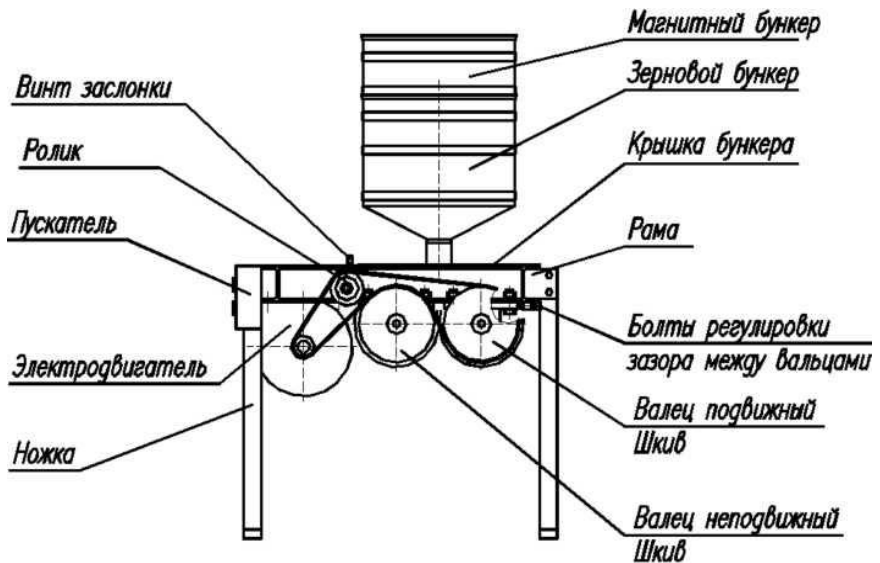

Рис. 1. Устройство изделия
5.1 Изделие (см.рис.1) состоит из рамы, зернового бункера, магнитного бункера, электродвигателя, 2 вальцов, ременной передачи и пускателя. На раме установлены два вращающихся вальца. Крутящий момент от электродвигателя через поликлиновой ремень передается на плоские шкивы вальцов.
6.3 Проверить щупом зазор между вальцами. Изделие настроено на зазор между вальцами 0,5-0,7 мм! За счет изменения зазора между вальцами можно получать различную фракцию конечного продукта. Регулировку зазора проводить согласно п. 9.2, рис. 1.
9.2.2 Отвернуть болты крепления крышки бункера, открыть крышку (рис. 1).
9.2.4 Застопорить болтами регулировки зазора подвижный валец, затянуть болты крепления подвижного вальца на раме с двух сторон, (рис. 1).
9.2.5 Закрыть и закрепить болтами крышку бункера (рис. 1).